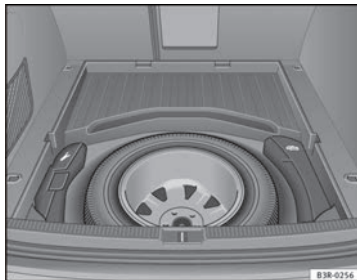

Abb. 192 Reserve-Stahlrad
- Drehen Sie das Handrad ⇒ Abb. 192 entgegen dem Uhrzeigersinn heraus.